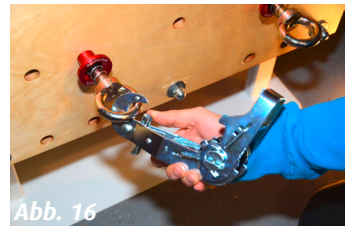

Abb. 16
- Verfahren Sie wie unter II.2.A. beschrieben (**Abb. 16**).
- Verfahren Sie wie unter II.2.A. beschrieben (Abb. 16).